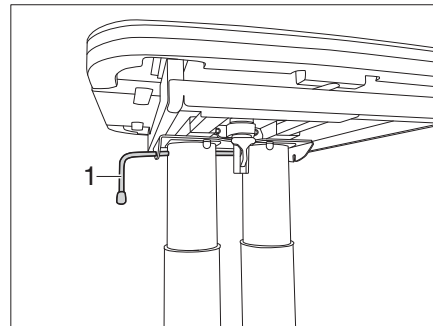

Bild 103 Lås bord
- Vrid låsspaken (Bild 103,1) till vänster. Spärren är öppen.
- Vrid låsspaken (Bild 103,1) till höger. Lyftbordet är låst.